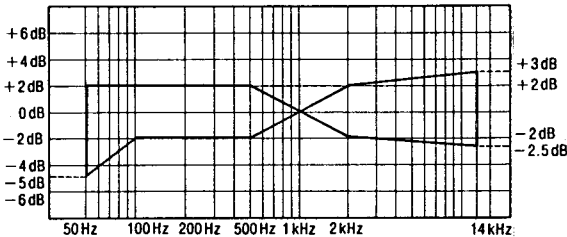

Fig. 9
- 5.Faire jouer le signal enregistré et s’assurer qu’il soit en deçà de la plage montrée à la Fig. 9 en comparaison à la fréquence de référence (1 kHz).